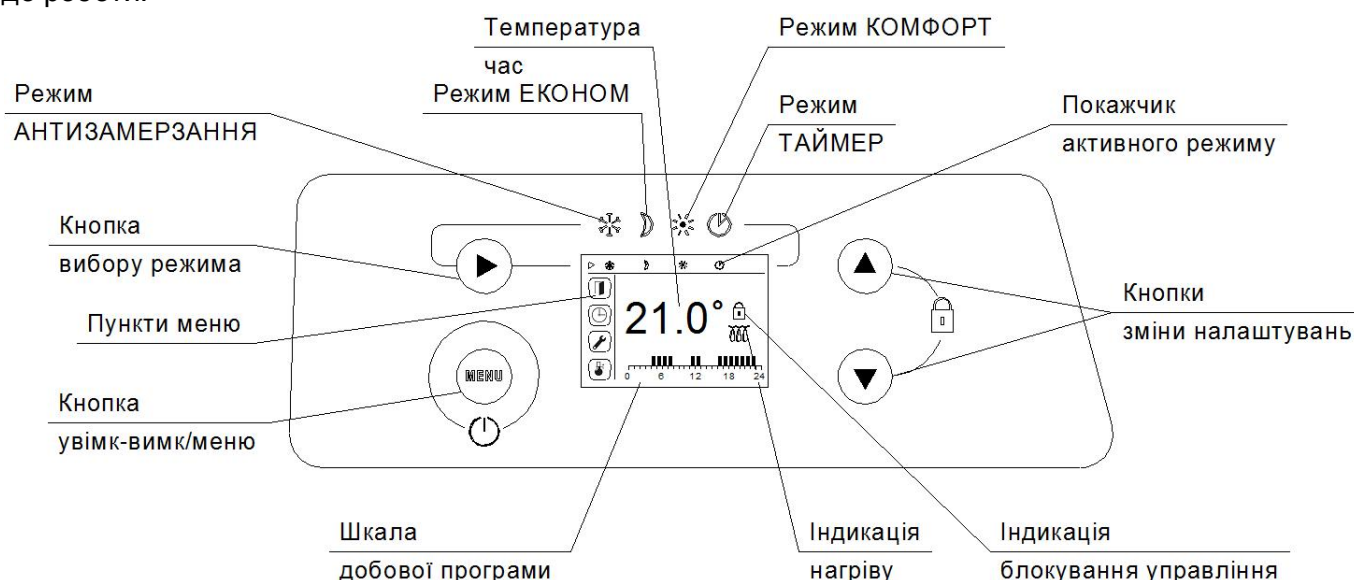

Рис. 5
5.7 Вставте вилку шнура електроживлення конвектора в розетку електромережі. Засвітиться дисплей на панелі управління (рис. 5), на дисплеї відобразиться поточний час. Конвектор готовий до роботи.